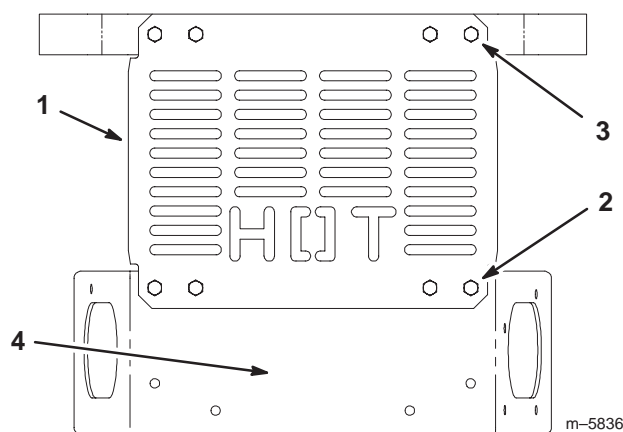

Figure 6
1. Déposez le bouclier thermique arrière (Fig. 6). Mettez les boulons et écrous supérieurs au rebut.
6. Montez le bas du bouclier thermique arrière sur le pare-chocs arrière (Fig. 6).